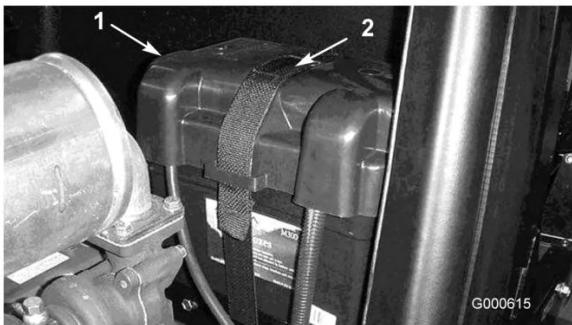

Figura 41
2. Retire a faixa da bateria e a tampa (Figura 41).